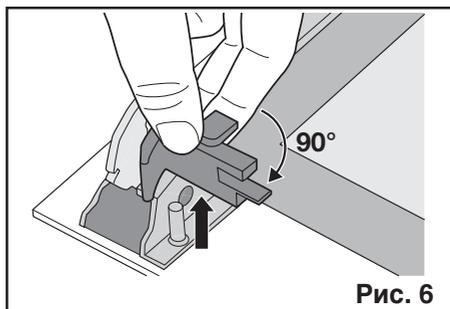

Рис. 6
8. поверните 2 фиксатора на 90° и извлеките их из своих гнезд (Рис. 6);